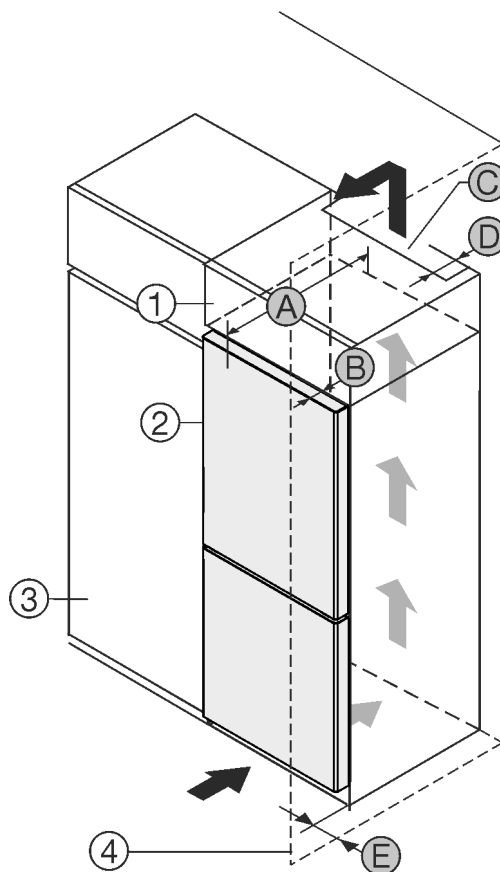

Fig. 1
Aparat lahko postavite neposredno ob kuhinjsko omaro Fig. 1 (3).
Na zadnji strani nadgradne omare mora biti zaradi prezračevanja in odzračevanja po vsej širini nadgradne omare prezračevalni jašek globine Fig. 1 (D).
Pod stropom je treba upoštevati presek prezračevanja Fig. 1 (C).
Če aparat postavite s tečaji ob steni Fig. 1 (4), mora razdalja med aparatom in steno znašati vsaj 13 mm.
Če aparat postavite s tečaji ob steni Fig. 1 (4), mora razdalja med aparatom in steno znašati vsaj 20 mm.
Da lahko vrata povsem odprete, mora aparat štrleti ven vsaj za globino vrat Fig. 1 (B) glede na sprednji del kuhinjske omarice. Odvisno od globine kuhinjskih omaric Fig. 1 (3) in uporabe stenskih distančnikov lahko aparat štrli bolj ven.